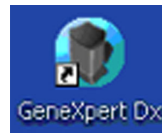

Figura 5-5. Icono de acceso directo del GeneXpert Dx System
1. En el escritorio de Windows, haga doble clic en el icono de GeneXpert Dx. Consulte la figura 5-5.